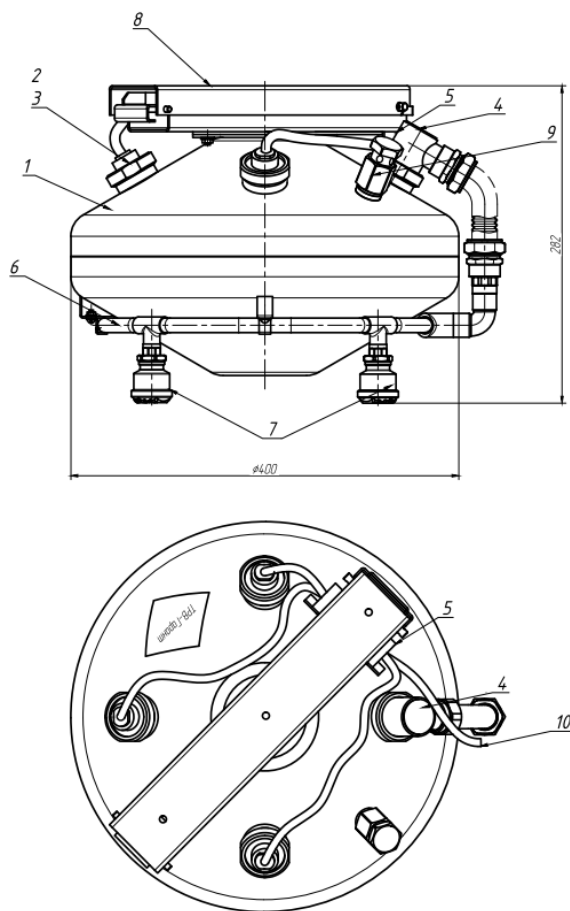

Рис. 1. Общий вид МУПТВ «ТРВ-Гарант»-14,5-Г-В
3.1. Общий вид модуля представлен на рис. 1.
5.5. Подсоединить кабель линии пуска модуля (рис.1 поз.10) к входным контактам приборов управления.